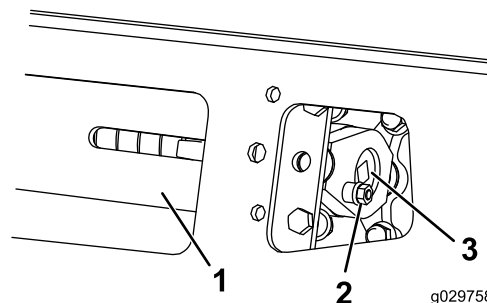
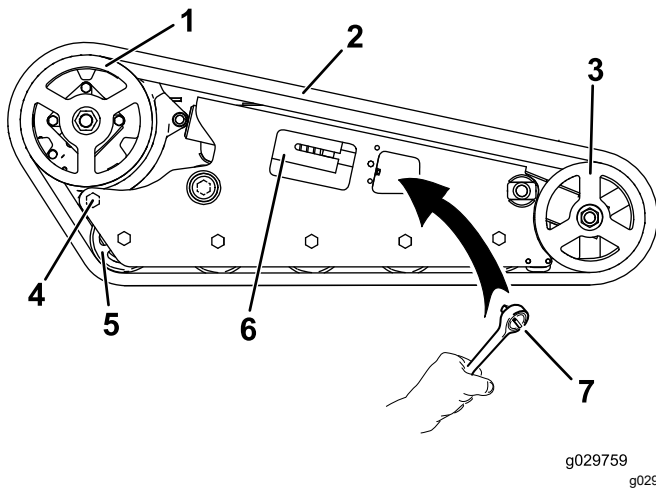

Bild 59
Bild 65
3. Entfernen Sie die Befestigungsschraube, Distanzstück und Mutter (Bild 59).
5. Fluchten Sie die am nächsten liegende Kerbe in der Spannschraube mit dem Loch der Befestigungsschraube aus und befestigen Sie die Schraube mit der Befestigungsschraube und Mutter (Bild 59).
4. Entfernen Sie die Befestigungsschraube und Mutter (**Bild 59**).
5. Lösen Sie die Antriebsspannung mit einer Ratsche (½"), indem Sie die Spannschraube nach rechts drehen (**Bild 59** und **Bild 65**).
6. Lösen Sie die hintere Schraube in der Nähe des Antriebsrads (Bild 65).